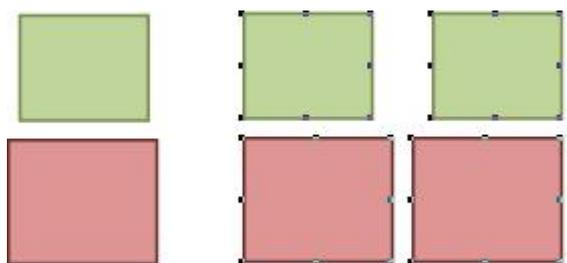

Рисунок 273 – Применение команд «Выровнять по левой границе» и «Выровнять по правой границе»
**Команда «Выровнять по левой границе»** выравнивает элементы по левой границе первого выбранного элемента, **команда «Выровнять по правой границе»** выравнивает элементы по правой границе первого выбранного элемента (рисунок 273).